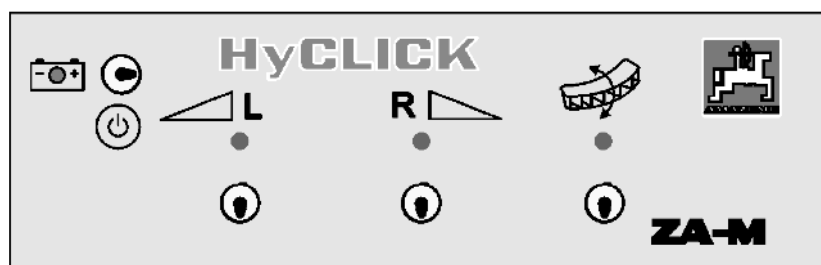

Рис. 34
5. Поворотное переднее колесо с тормозом (Рис. 34)
- o установите и застопорите пружинным фиксатором (Рис. 34/1),